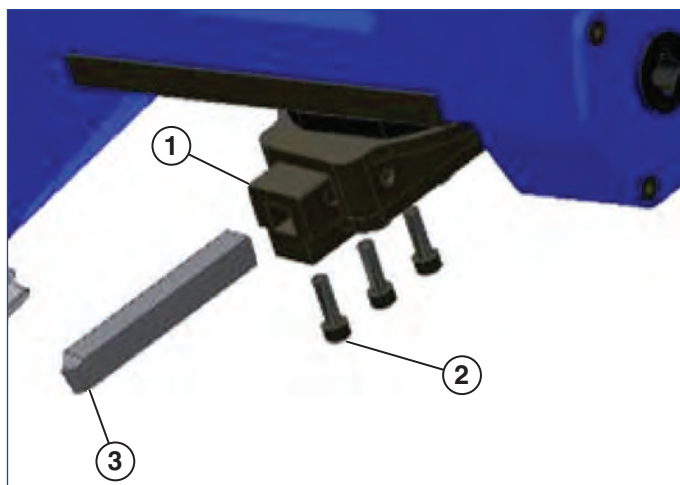

Figura 7
5. Instale a ferramenta de corte no bloco da ferramenta (ver Figura 7). Certifique-se de que a extremidade de corte está voltada para fora em relação aos parafusos da ferramenta de corte. Posicione a ferramenta de corte de forma que aproximadamente 0,5" a 0,75" da mesma se estendam além da parte inferior do bloco da ferramenta; aperte os 3 conjuntos de parafusos da ferramenta de corte.